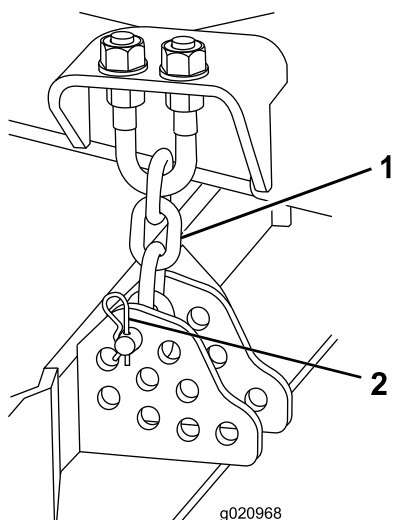

Bild 20
10. Entfernen Sie den Splint und den Lastösenbolzen, mit denen die Schnitthöhenkette an der Rückseite des Mähwerks befestigt ist (Bild 20).